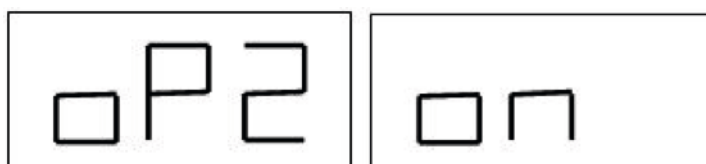

Figure F7.1. Activation de la mémoire d'opérateur 2. La mémoire d'opérateur 1 est enregistrée.
1. Lorsque l'équilibreuse est disponible, appuyer sur les touches [F+P6] pour sélectionner le mode «Opérateur2». La LED correspondante s'allume. Le message indiqué sur la figure F7.1 s'affiche pendant 1 seconde.